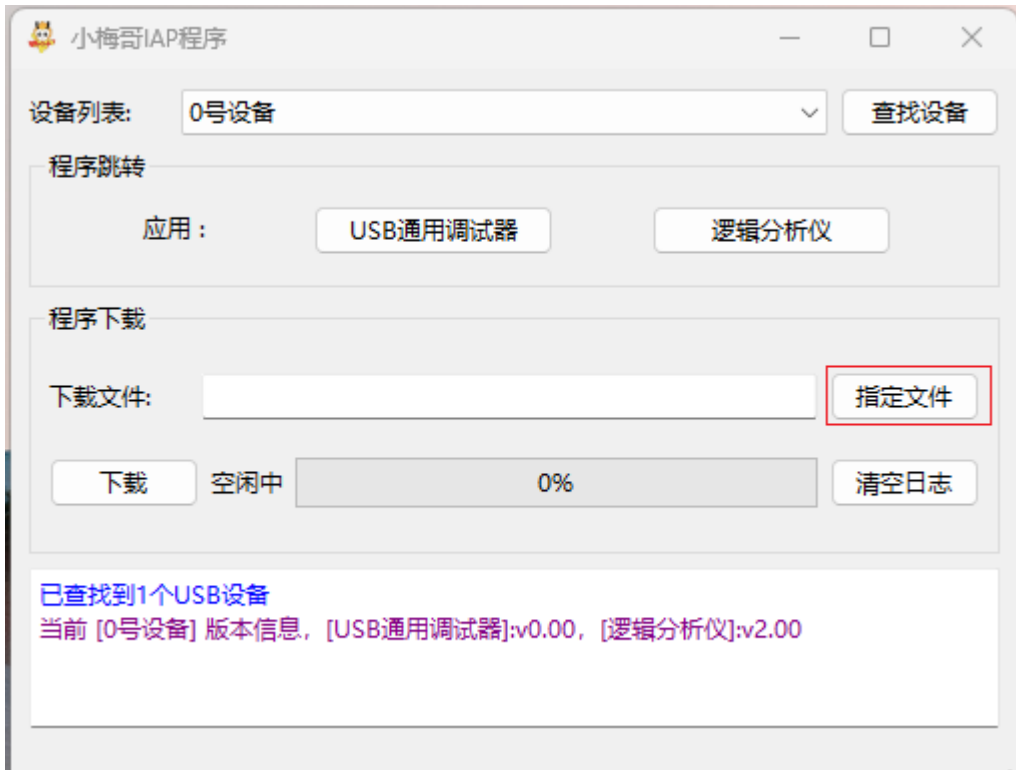

图 0-4
3. 点击【指定文件】，选择相应的 bin 文件，如下图 0-4 0-5 所示